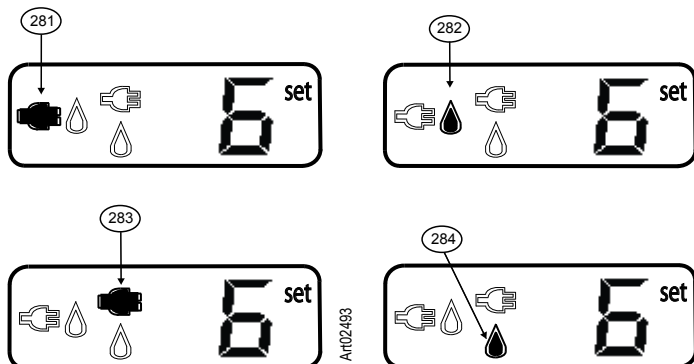

Fig. 13 - Témoins de mode
- Les commandes sélectionneront le fonctionnement électrique c.a. si le courant est présent comme la source de choix et le témoin de mode Auto c.a. [281] s'allumera (voir fig. 13).